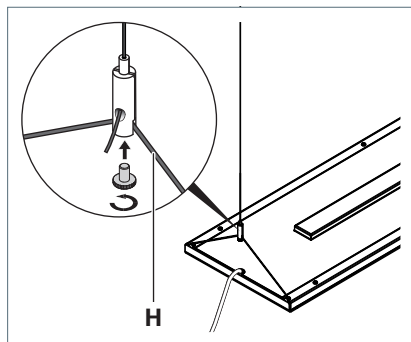

Fig. 9: Fissaggio dell'apparecchio singolo o dell'apparecchio iniziale al fermacavo.
- Portare il cavo metallico **H** dell'apparecchio nel fermacavo, vedi Fig. 9.